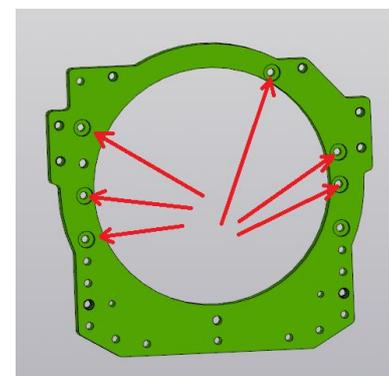

Рис. 4
- Переходную плиту соединить с картером коробки МТЗ по штифтам и закрепить болтами М16х70 (7 шт.) в отверстия с цековками (рис. 4)